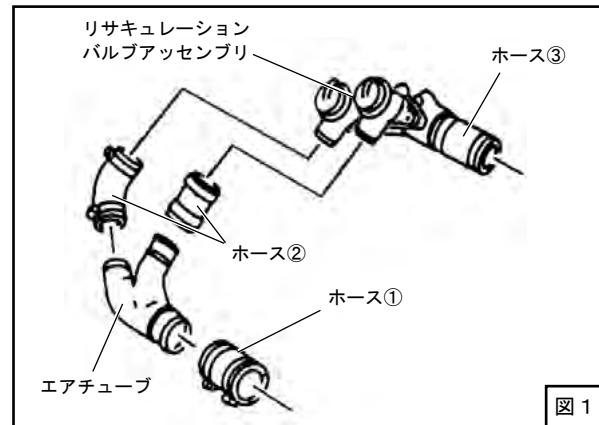

図1
- (1) バッテリのマイナス端子（-）からケーブルターミナルを取外してください。
- (2) フロントバンパーフィニッシャー、バンパーレインフォースを取り外してください。
- (3) ホースバンドをゆるめ、ホース①、ホース②、エアチューブを取り外してください。（図1）
(6) ボルト3本、ホースバンドをゆるめ、リサキュレーションバルブアッセンブリとホース③をブラケットごと取外してください。（図1、図4）